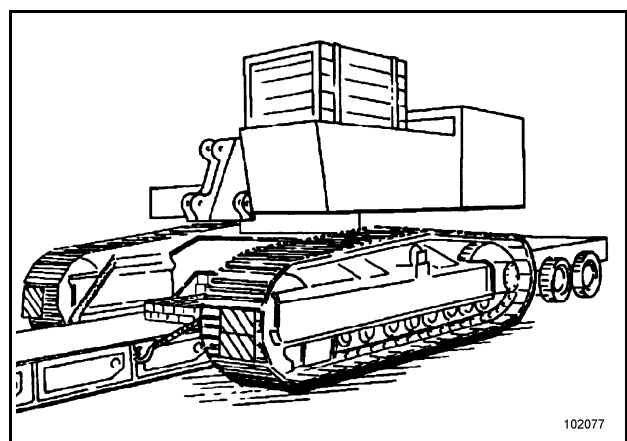

Fig. 2-61:
- Conducir la excavadora (sin contrapeso) desde la parte delantera a horcajadas sobre la plataforma bajada y orientarla correctamente en sentido longitudinal y transversal (Fig. 2-61:).